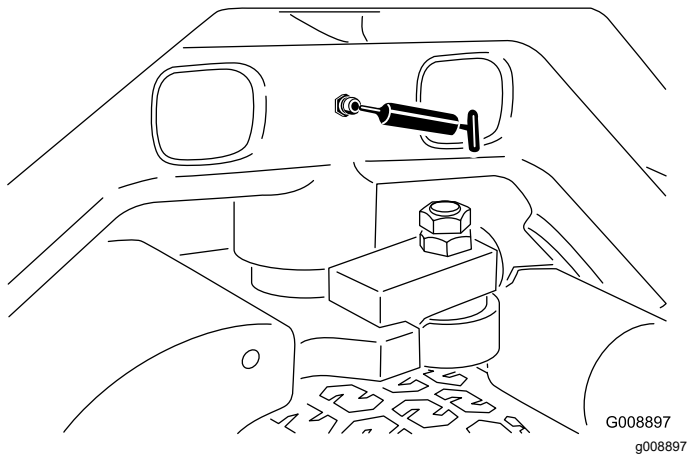

Figura 41
- Pivote de dirección (Figura 41)